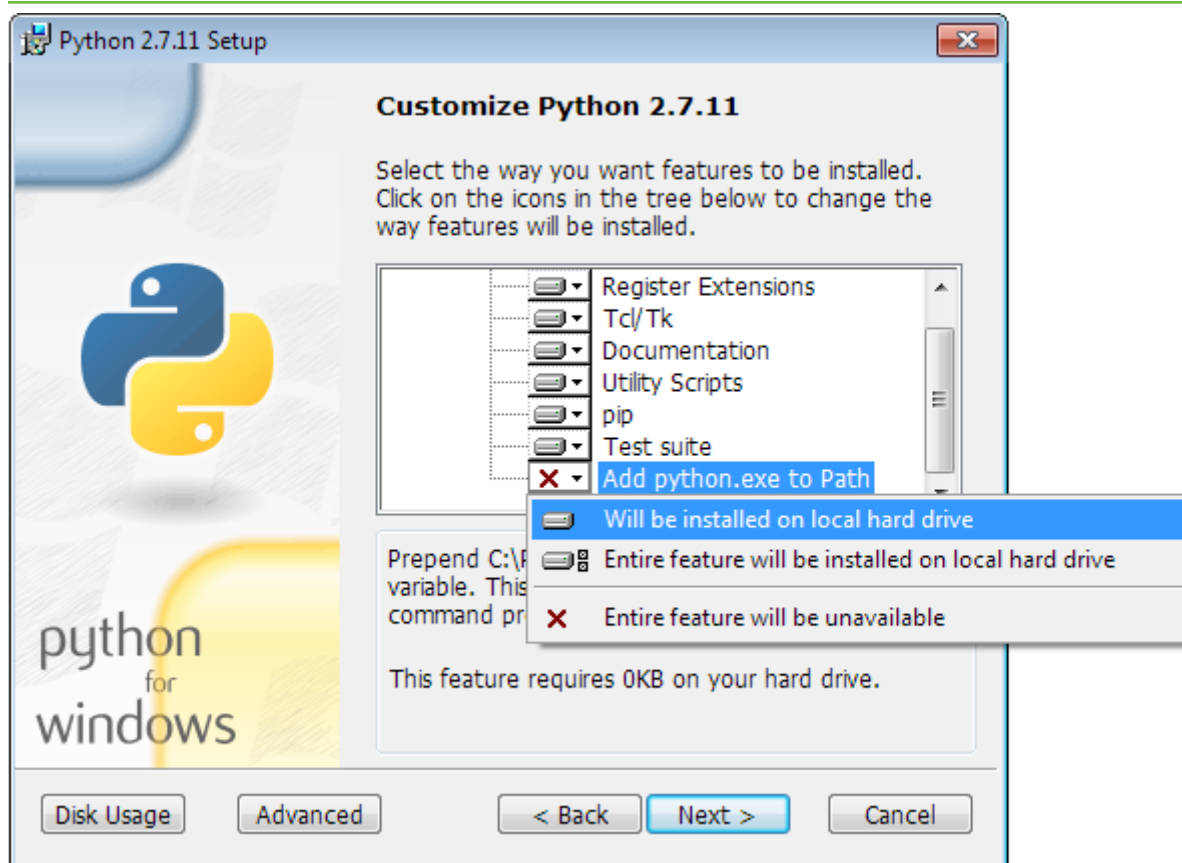

Рисунок 3.1. Добавление пути до python.exe и pip в переменную окружения PATH
3. Нажать левой клавишей мыши и из появившегося меню выбрать пункт “Will be installed on local hard drive” (см. рисунок 3.1).